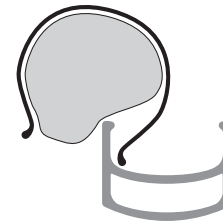

Figura 14. Coloque el primer labio de la cubierta en la llanta.
- Coloque el primer labio en la llanta (Figura 14). Empiece por la válvula.